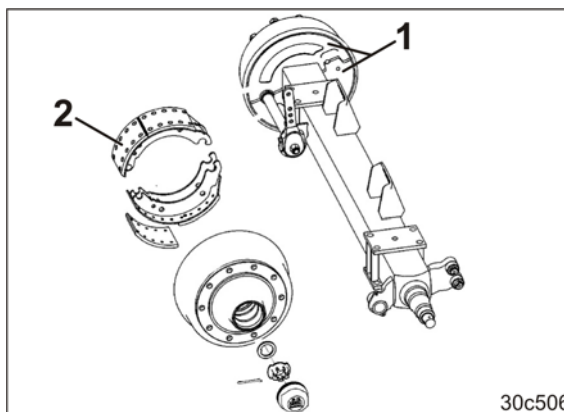

Fig. 322
1. Deșurubați ambele table de acoperire (Fig. 322/1) de la partea interioară a tamburului de frână.
Murdăria pătrunsă se poate depozita pe garniturile de frână (Fig. 322/2) și prin aceasta să înrăutățească esențial capacitatea de frânare.